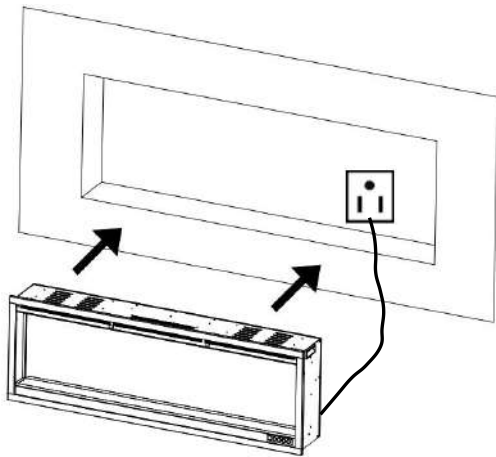
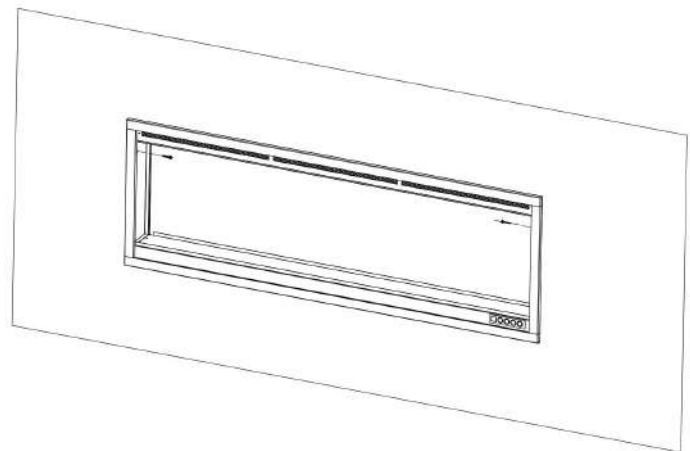

Fig. 2-3
Fig. 2-4
3. Podłącz zasilanie kominka do gniazda ściennego. **Rys.2-3**
4. Poproś dwie dorosłe osoby o podniesienie kominka i włożenie go do ramy wstępnej, a następnie zamocowanie go poprzez wkręcenie 2 wkrętów do drewna (B) w otwory. (Rys. 2-3, Rys. 2-4). Następnie ponownie zainstaluj metalowe wsporniki.